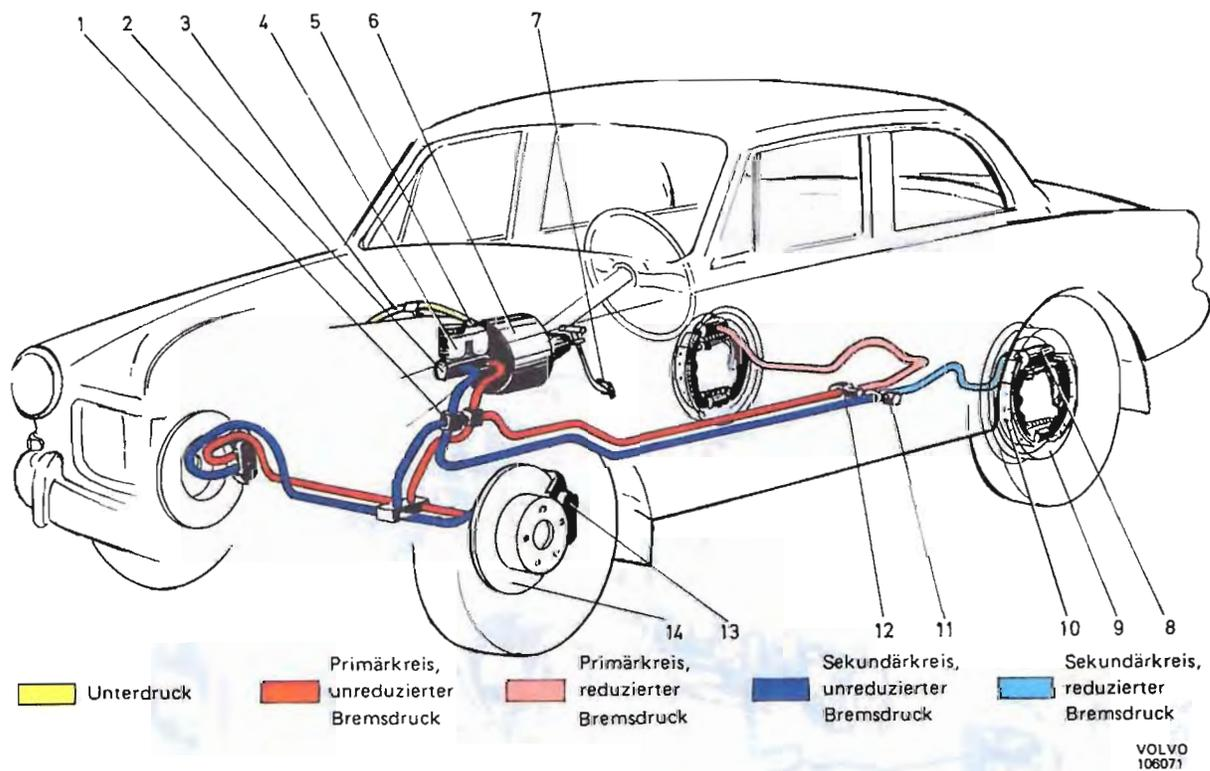

Abb. 7 Zweikreis-Fußbremsanlage, B 20
Die Bremshydraulik besteht aus zwei separaten Bremskreisen mit gemeinsamem Hauptzylinder (2, Abb. 7) vom Tandemtyp und Doppelbestückung der Vorderradbremzen (13) mit je zwei voneinander unabhängigen Radbremszylindern. Aus dem einen Bremskreis werden die unteren Zylinder der Vorderradbremzen und das rechte Hinterrad gespeist, aus dem anderen Kreis die oberen Vorderradzyylinder und das linke Hinterrad. Hiermit ist die Bremsleistung auch dann sichergestellt, wenn einer der beiden Bremskreise ausfallen sollte.